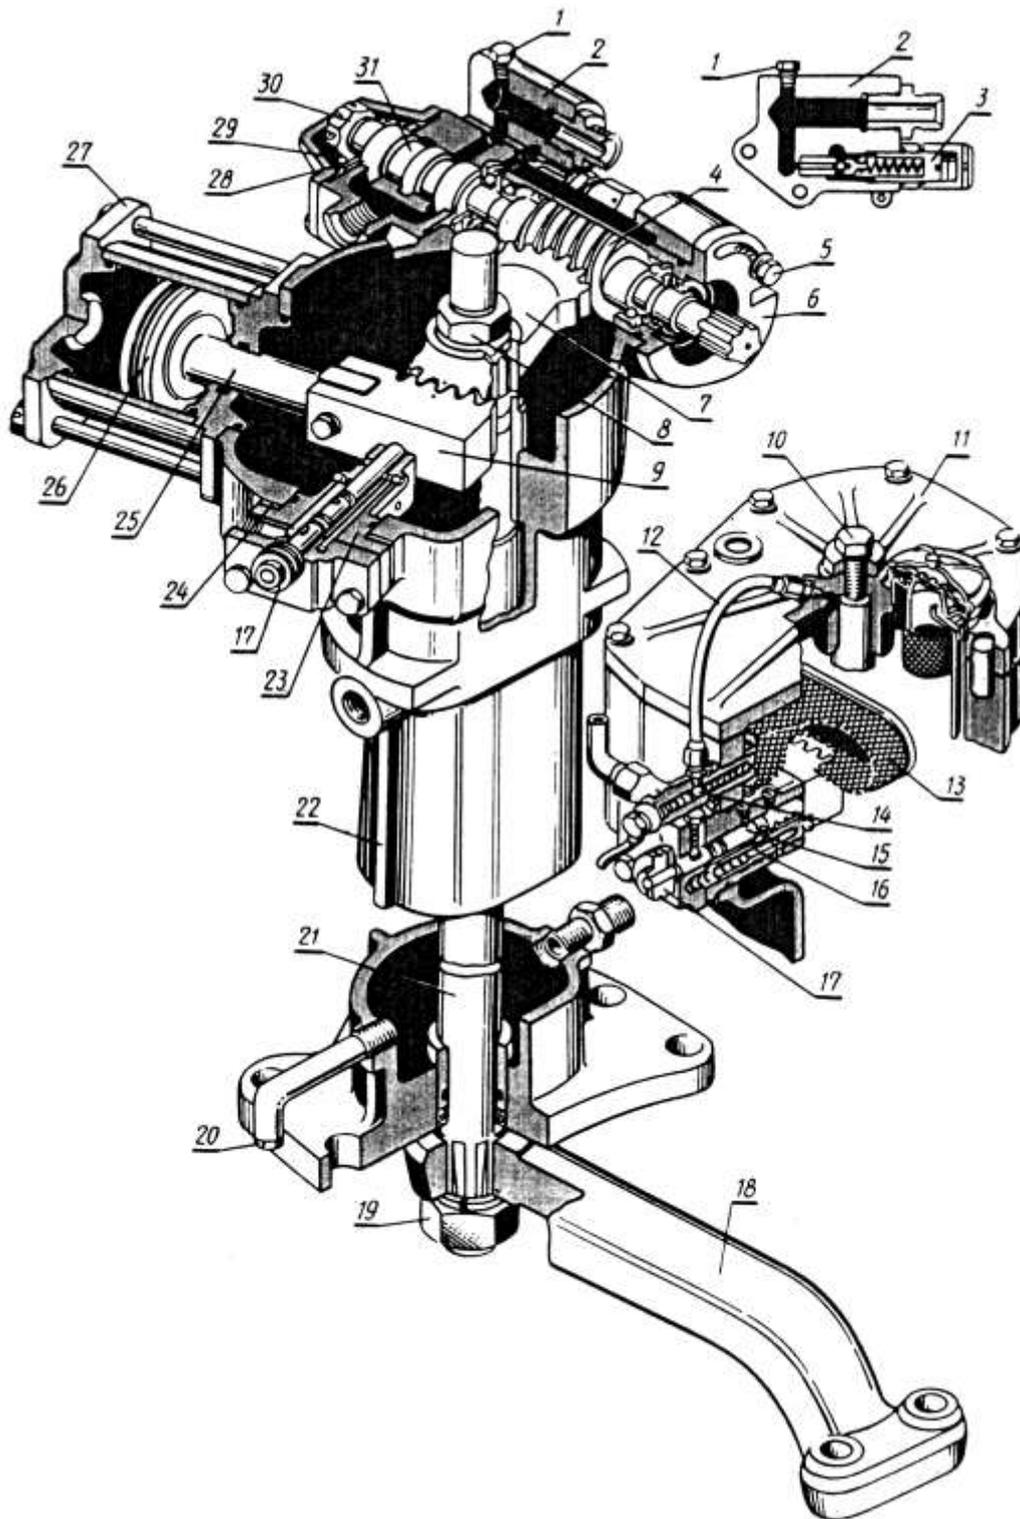

Рис. 34. Гидроусилитель рулевого управления трактора МТЗ-82
- отсоедините маслопровод **12** (рис. 34) смазывания верхней опоры от крышки **11** и редукционного клапана **14**;